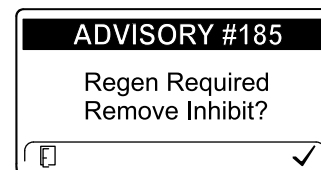

Figura 37
**Nota:** Si usted configura el InfoCenter para inhibir la regeneración, el InfoCenter muestra el AVISO N° 185 (Figura 37) cada 15 minutos mientras el motor solicita una regeneración de reinicio.